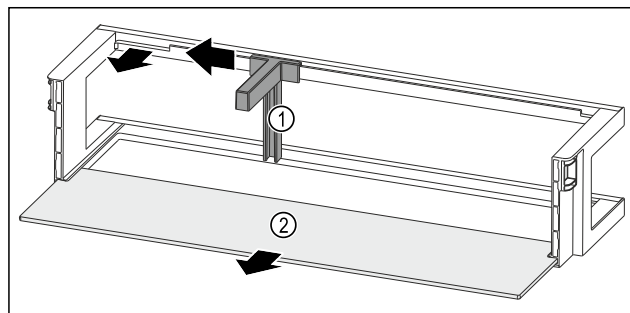

Fig. 92 Estante en la contrapuerta con soporte para botellas y estante
- Empuje el soporte para botellas Fig. 92 (1) hacia un lado hasta la entalladura.
- Retire el soporte para botellas Fig. 92 (1).
- Retire el estante Fig. 92 (2).